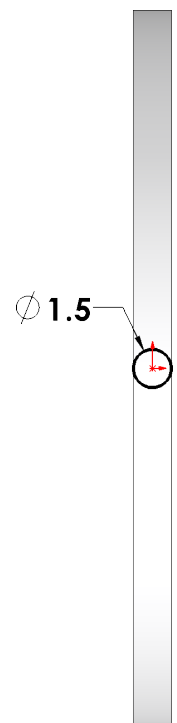

Fig. 10
Step 6. Dimension **diameter 1.5**, **Fig. 10**.